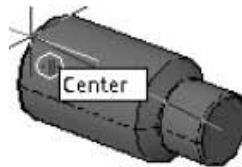

Рис. 12.65. Выбор третьей точки на винте
6. Укажите третью точку с привязкой **Центр (Center)** — центр окружности верхнего основания винта (рис. 12.65):